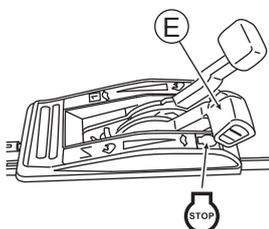

Fig. 19
6. Pour interrompre la tonte à mi-chemin ou pour finir la tonte, remettez le Levier d'embrayage (B) et le Levier de la lame (C) en position initiale, puis placez la Manette des gaz (E) en position "STOP" pour arrêter le moteur. (Voir Fig. 19)